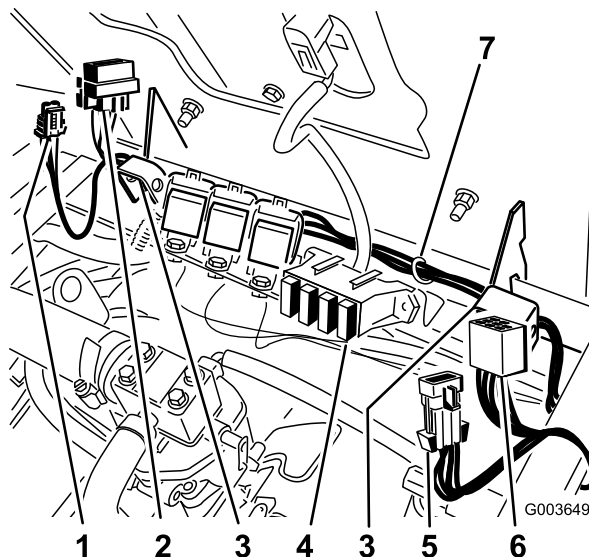

図 32
3. ハーネスを、スイッチから運転席の蝶番部に沿って、先ほどバルブに取り付けたリレーまで配線する 図 32。
ヒューズボックスの右側スロットにヒューズを取り付ける 図 32。